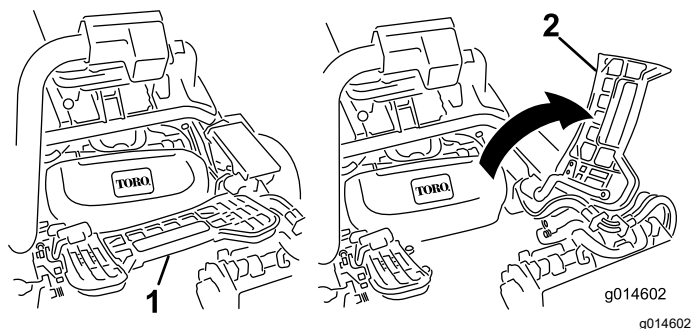

Figura 46
1. Sollevate il poggiapiedi e ruotatelo per aprirlo, creando accesso alla posizione dell'apparato di taglio centrale (Figura 46).